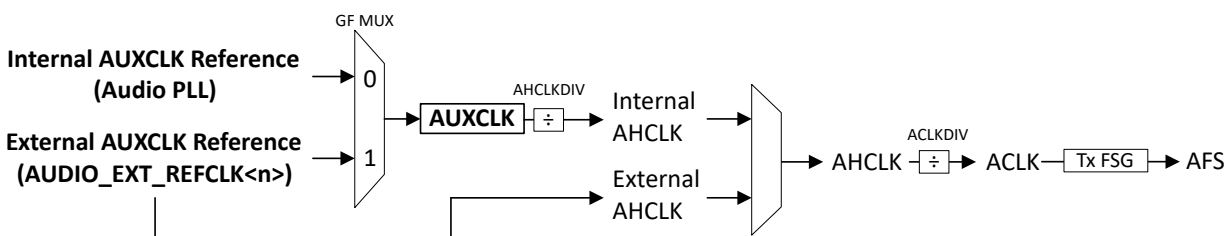

図 3-2. High レベル McASP 図
各 McASP には、送信 (TX) および受信 (RX) ドメインがあります。図 3-2 に、TX または RX ドメインのいずれかを表す単一のクロックドメインを示します。